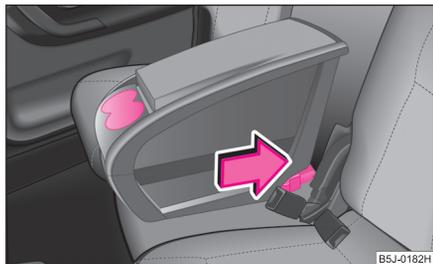

Fig. 89 Caja portaobjetos
- Introducir los brazos de sujeción de la caja portaobjetos en las argollas de sujeción del soporte de sujeción hasta que encastren de modo audible ⇒ fig. 89.